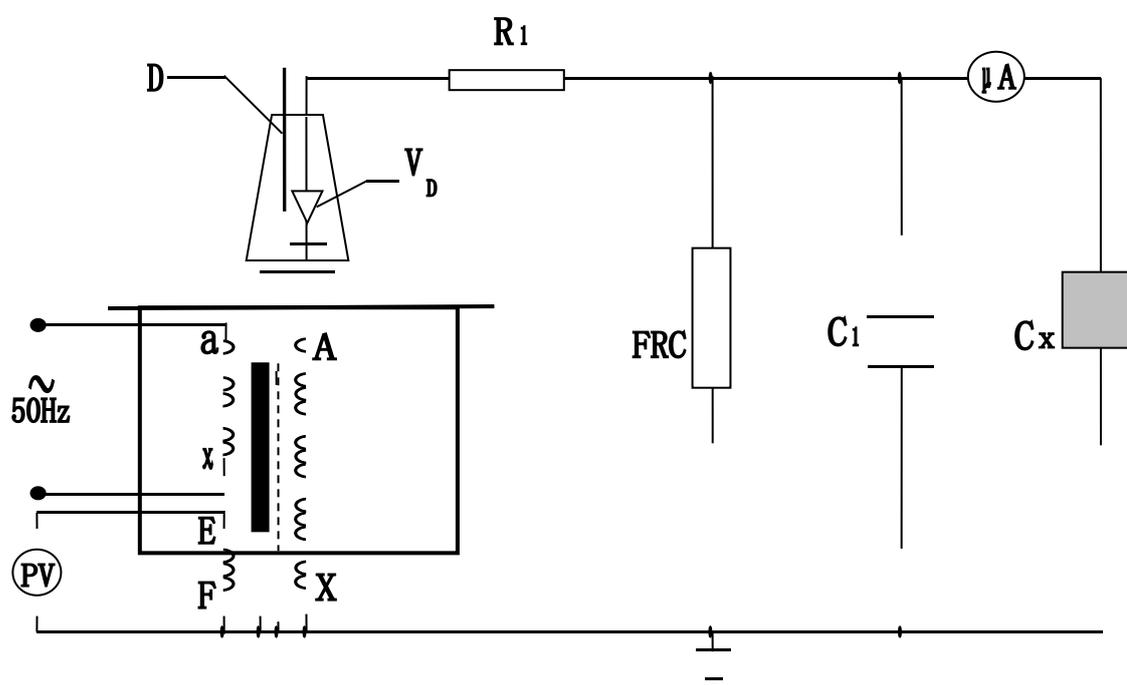

图 7：高压直流泄露试验接线图
5. 试验变压器在做被试品的直流耐压或泄露试验时接线原理图如图 7。
注：此试验应先抽出短路杆“D”，图 7 中所示。